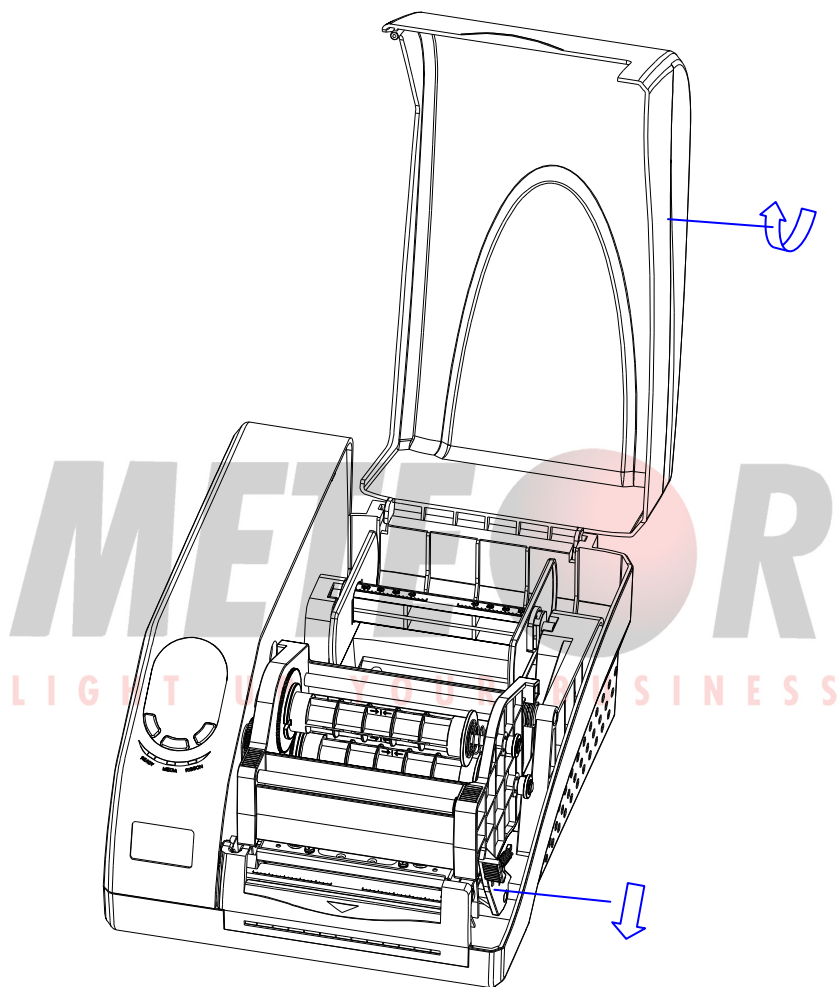

Figura 5-1
1. Sollevare il coperchio (Figura 5-1).